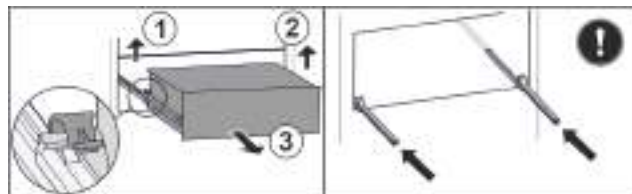

Fig. 187
- Приподнимите левый зажим и одновременно вытяните движением вперед выдвижной ящик слева. Fig. 187 (1)
- Приподнимите правый зажим и одновременно вытяните движением вперед выдвижной ящик справа. Fig. 187 (2)
- Извлеките выдвижной ящик движением вперед. Fig. 187 (3)